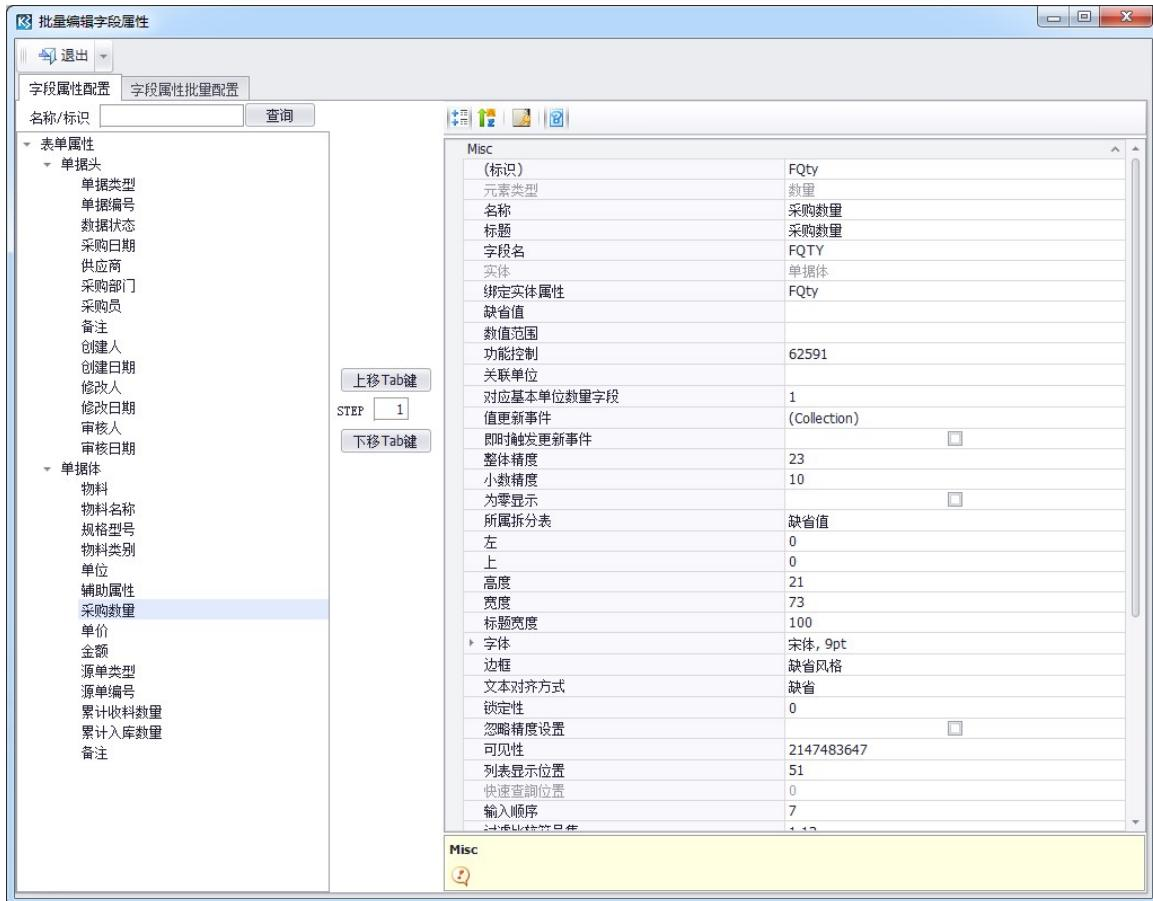

图 5-4-1 生产通知单字段定义
1、首先点击【编辑】 - 【批量编辑字段属性】，打开批量编辑字段属性界，通过此界面可以编辑字段及单据的相关属性。如图 5-4-1 所示。